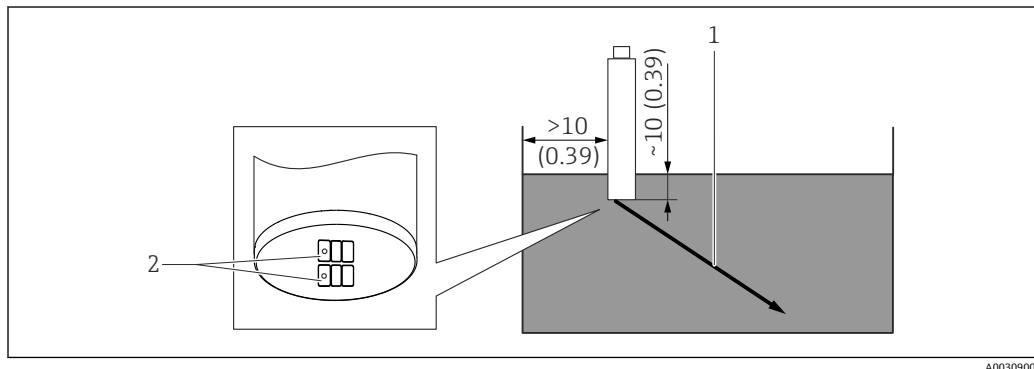

図 31 センサの設置。寸法単位 : mm (in)
3. センサはサンプルに対し、垂直ではなく斜めに設置します。→ 図 30, 図 31